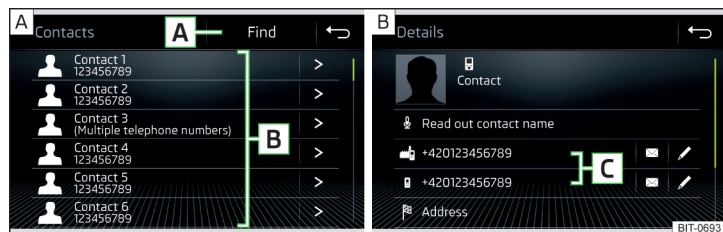

Fig. 182 Lista contactelor telefonice/detaaliile contactului
- ▶ În meniul principal *Telefon*, acționați suprafața de comandă funcții , se afișează o listă a contactelor telefonice » fig. 182- **A**.